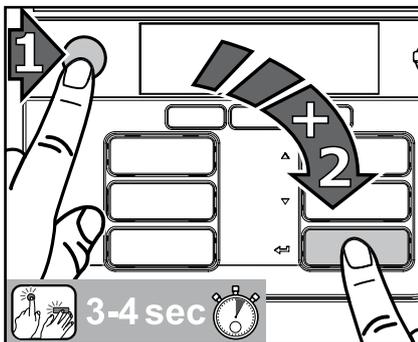

Fig. 42
1. Appuyez d'abord sur le bouton d'ARRÊT, puis sur la touche d'entrée  et continuez d'appuyer sur les deux touches simultanément durant 3 à 4 secondes pour accéder au mode de nettoyage (fig. 42).